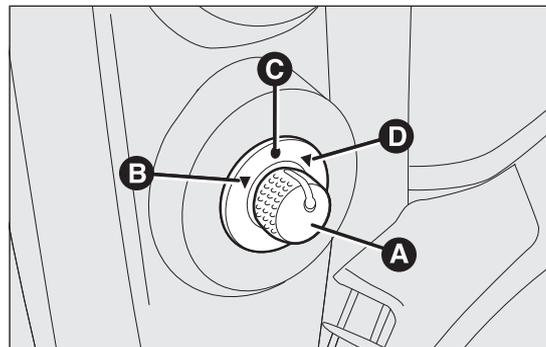

fig. 29
- sélectionner à l'aide du déviateur A fig. 29 le rétroviseur souhaité (droit ou gauche) ;